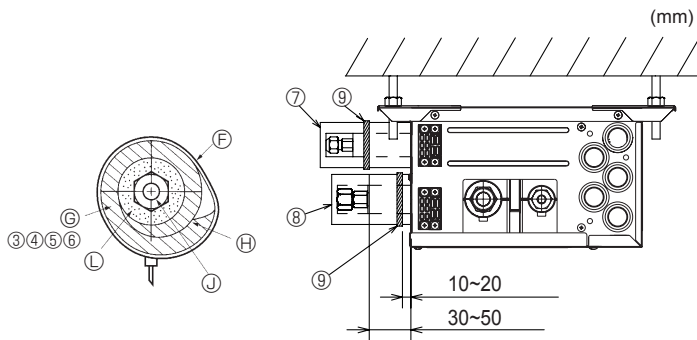
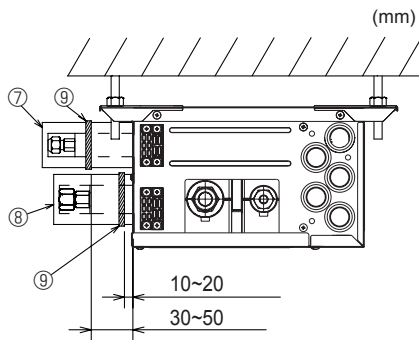

Fig. 7-3
Fig. 7-4
- (1) Avlägsna flänsmuttrarna och hattarna från avgreningsdosan.
- (2) Flänsa båda ändarna på vätske- och gasrören, och applicera köldmedelsolja (införskaffas lokalt) på det flänsade sätet. Använd inte olja på den gängade delen.
- (3) Anslut köldmedelsrören omedelbart. Dra alltid åt de flänsade muttrarna till det vridmoment som anges i nedanstående tabell med användande av en momentnyckel och en fast nyckel.
- (4) Pressa rörskydden ③ och ⑤ på vätskerörledningen mot enheten, och linda för att hålla på plats. (Fig. 7-3)
- (5) Pressa rörskydden ④ och ⑥ på gasrörledningen mot enheten, och linda för att hålla på plats. (Fig. 7-3)
- (6) Anbringa de medföljande banden ⑨ på ett avstånd av 10-20 mm från respektive ände av rörskydden (③ ④ ⑤ ⑥).
- (7) Om inomhusenheten inte är ansluten, montera de medföljande rörskydden (med hattar, ⑦ och ⑧) på avgreningsdosans köldmedelsrörsanslutningar för att förhindra att kondens droppar från rören. (Fig. 7-4)
- (8) Kläm rörskydden (⑦ ⑧) på plats med de medföljande banden ⑨.
- Ⓢ Band ⑨
- Ⓢ Rörskydd ③ ④ ⑤ ⑥
► Gör på följande sätt för de delar av avgreningsdosan som ej är anslutna till en inomhusenhet. (Fig. 7-4)
- (1) För att förhindra läckage av köldmedel, dra åt de flänsade muttrarna till angivet vridmoment\* enligt tabell 3.